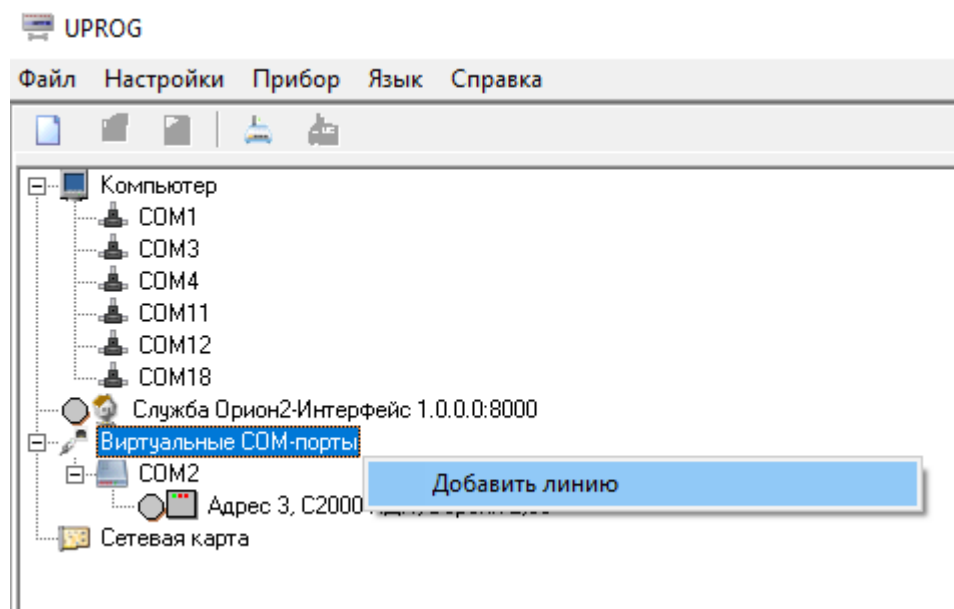

Рисунок 2.10. Создание виртуального COM-порта через область дерева подключений
- В появившемся контекстном меню выбрать «Создать/Добавить линию» (Рисунок 2.10). Появятся настройки для создания линии виртуального COM-порта.